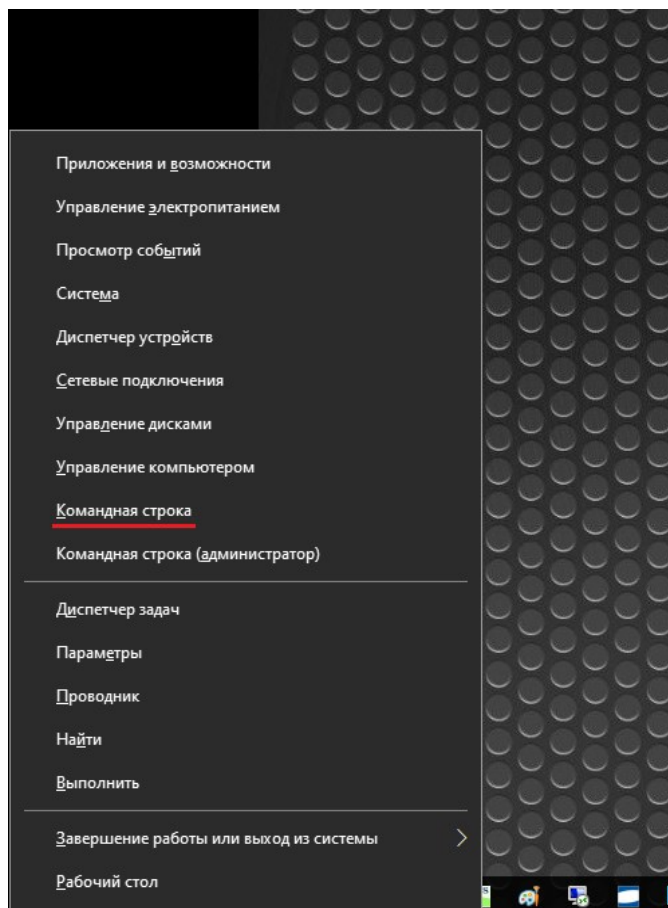

Рисунок 9: Запуск 'Командной строки' - клавиши 'Win+X'.
- ❖ Одновременное нажатие клавиш «Windows» (клавиша с эмблемой) и «X» вызовет появление системного меню (Рис. 9), в котором необходимо выбрать пункт меню – Командная строка .